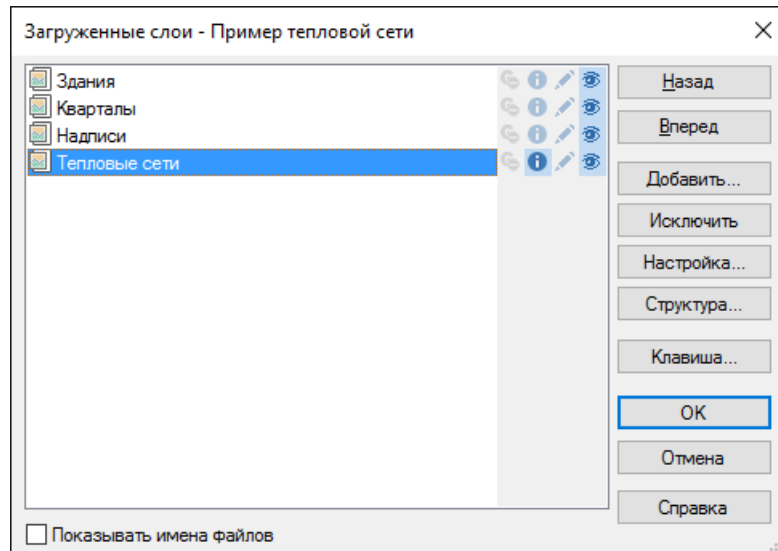

Рисунок 11.3. Окно выбора слоя
3. Нажмите кнопку Слой..., выберите слой рассчитываемой тепловой сети в открывшемся диалоге (смотрите Рисунок 11.3, «Окно выбора слоя») и нажмите кнопку ОК чтобы подтвердить выбор и закрыть диалог.